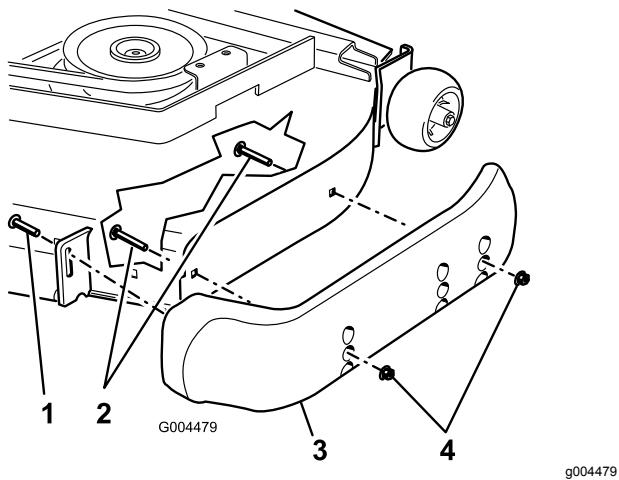

Bild 44
- Lösen Sie die Schraube vorne an jeder Kufe (zwei Kufen an Guardian-Mähwerken und eine Kufe an Seitenauswurfmähwerken, wie in Bild 44 abgebildet).